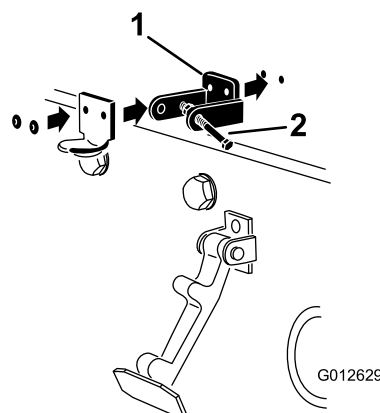

Figura 7
3. Mentre allineate i fori di montaggio, posizionate la staffa di bloccaggio CE e la staffa del fermo del cofano sul cofano. La staffa di bloccaggio deve essere contro il cofano (Figura 7).
5. Rivettate le staffe e le rondelle al cofano (Figura 7).